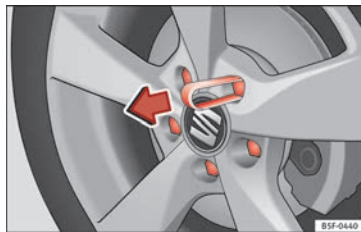

Abb. 65 Abzieher für die Abdeckkappen der Radschrauben.
- Schieben Sie die Kunststoffklammer (Bordwerkzeug) so weit auf die Abdeckkappe, bis sie einrastet » » Abb. 65.